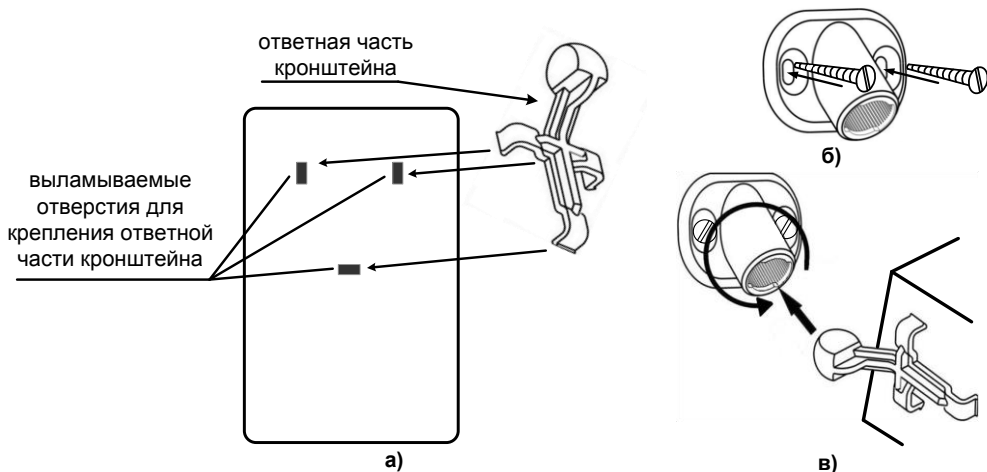

Рис.11 Установка кронштейна и сигнализатора
3. Проведите разметку отверстий для монтажа с учетом положения отверстий в основании кронштейна. Закрепите основание кронштейна на выбранном месте стены (рис. 11б).
4. Установите на основание сигнализатора ответную часть кронштейна, предварительно удалив заглушки (рис.11а).
7. Соедините части кронштейна и поверните сигнализатор в нужное положение (см.рис.11в).